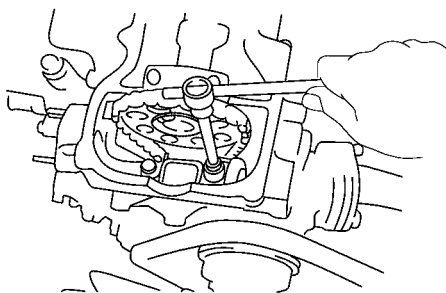

图 1-12 先拧下缸盖正面上的两个螺栓
- 1) 在旋下其他缸盖螺栓之前, 先旋下缸盖正面上的 2 个螺栓, 如图 1-12 所示。